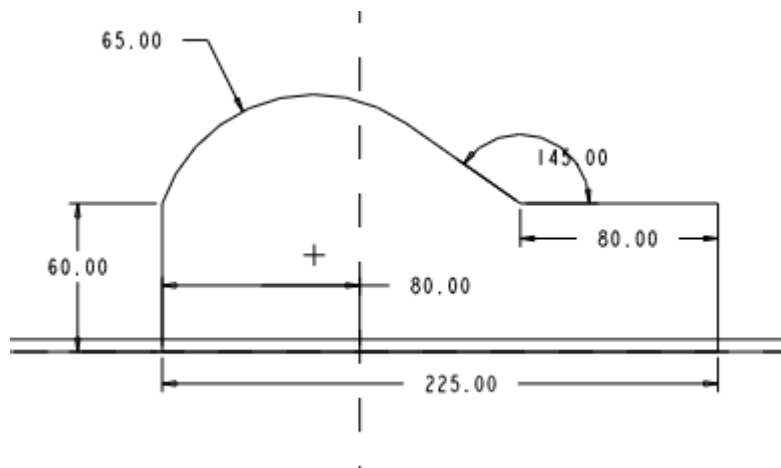

图 50-17
- (2) 单击按钮 ，打开【剖面】对话框，选择 TOP 基准面为草绘平面，RIGHT 基准面为视图方向参照，单击【草绘】按钮，进入草绘工作环境。
- (3) 绘制如图 50-17 所示的拉伸截面。